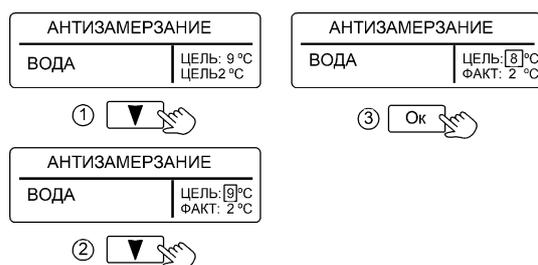

Рисунок 6. Настройка режима «АНТИЗАМЕРЗАНИЕ»
**10.1 «АНТИЗАМЕРЗАНИЕ»** – режим поддержания минимальной температуры теплоносителя. Применяется для экономии электроэнергии и исключения замерзания теплоносителя в системе (например, когда в помещении отсутствуют люди). Активация режима указана в п. 8. Имеется возможность настройки температуры теплоносителя (см. рис. 6) - температуру можно задать в диапазоне от +8°C до +15°C .